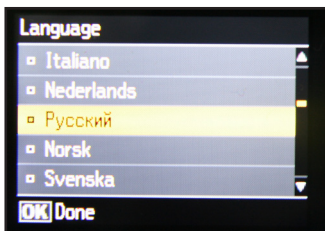
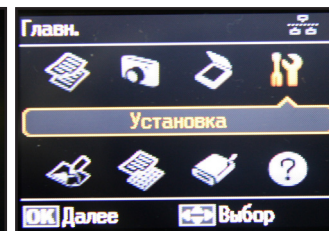
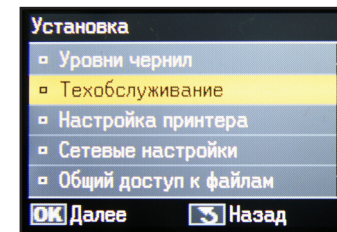

рис. 13
рис. 14
рис. 15
10. Включите принтер и на экране выберите язык (рис. 13). В меню принтера выберите пункт «Установка» (рис. 14), затем зайдите в «Техобслуживание» (рис. 15),